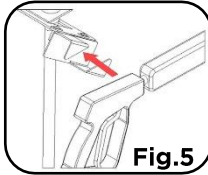

Fig.5
- 1 - Positionner la lance horizontalement et insérer-la dans le porte-pistolet (Fig.5).